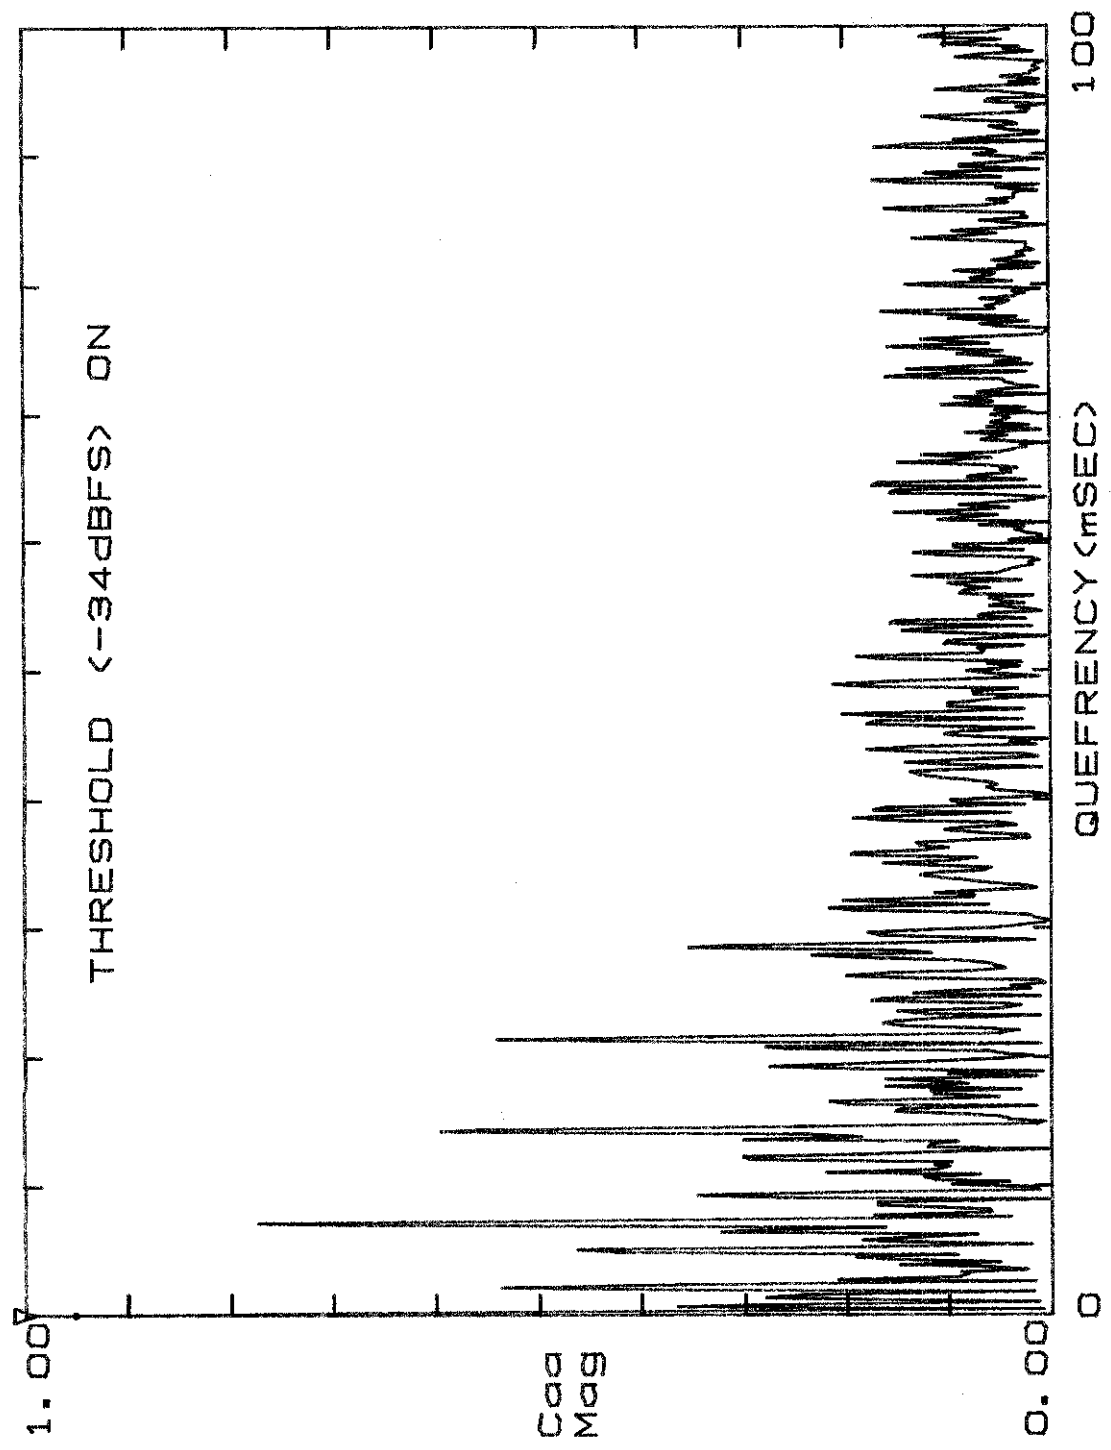
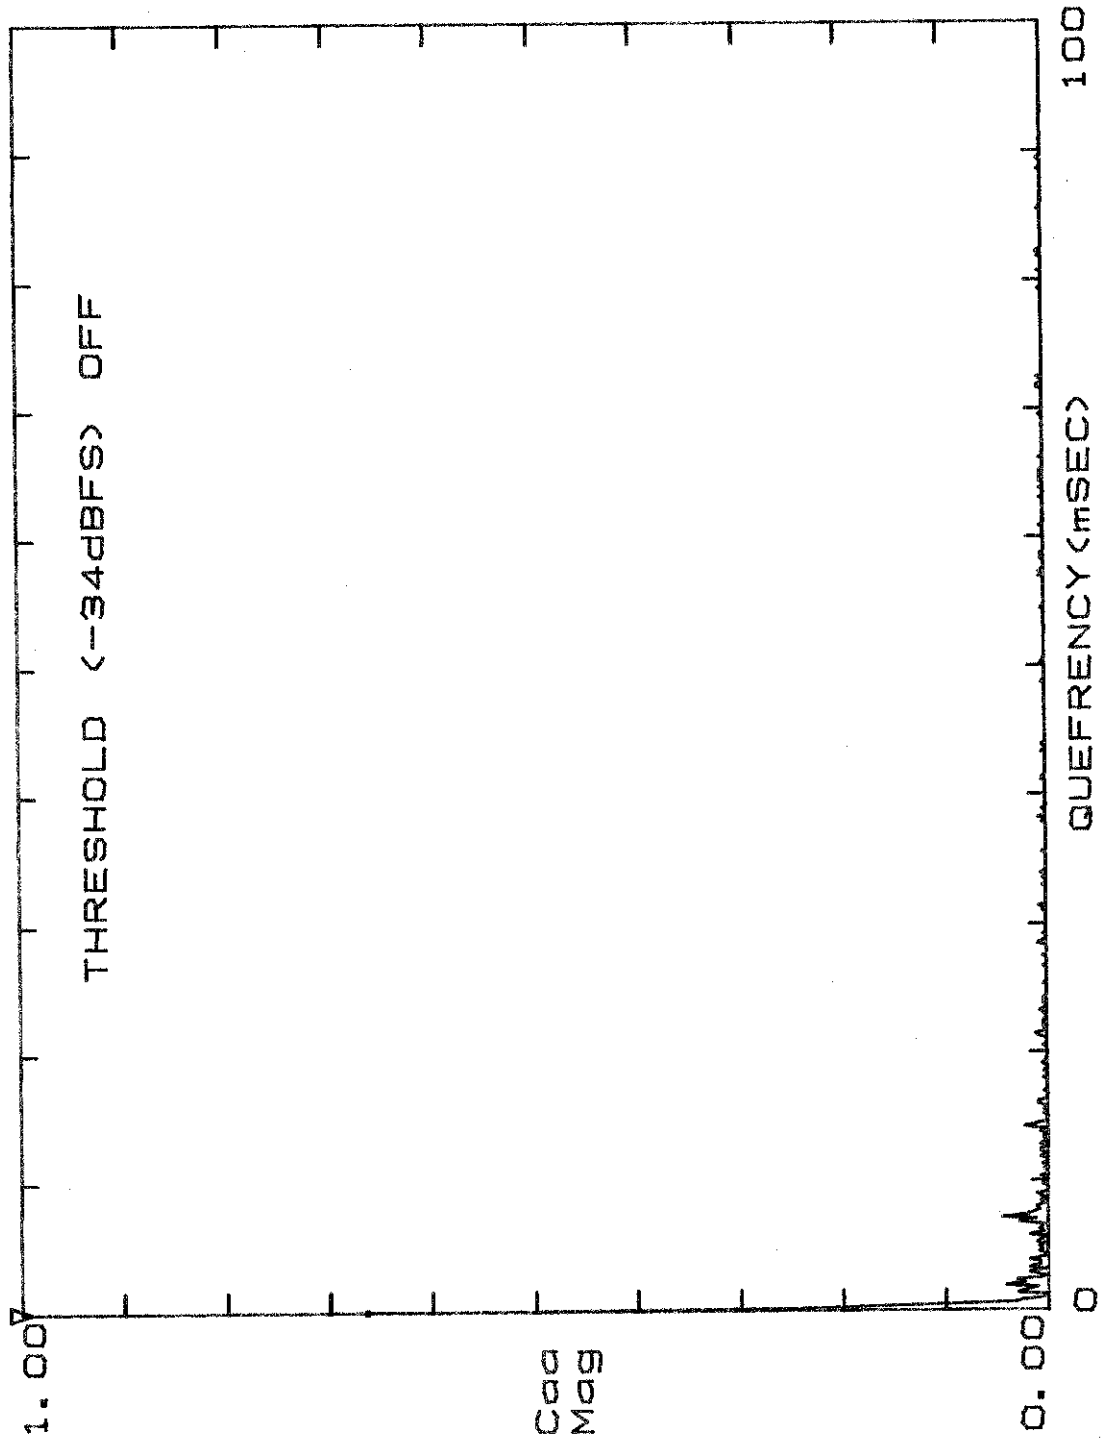
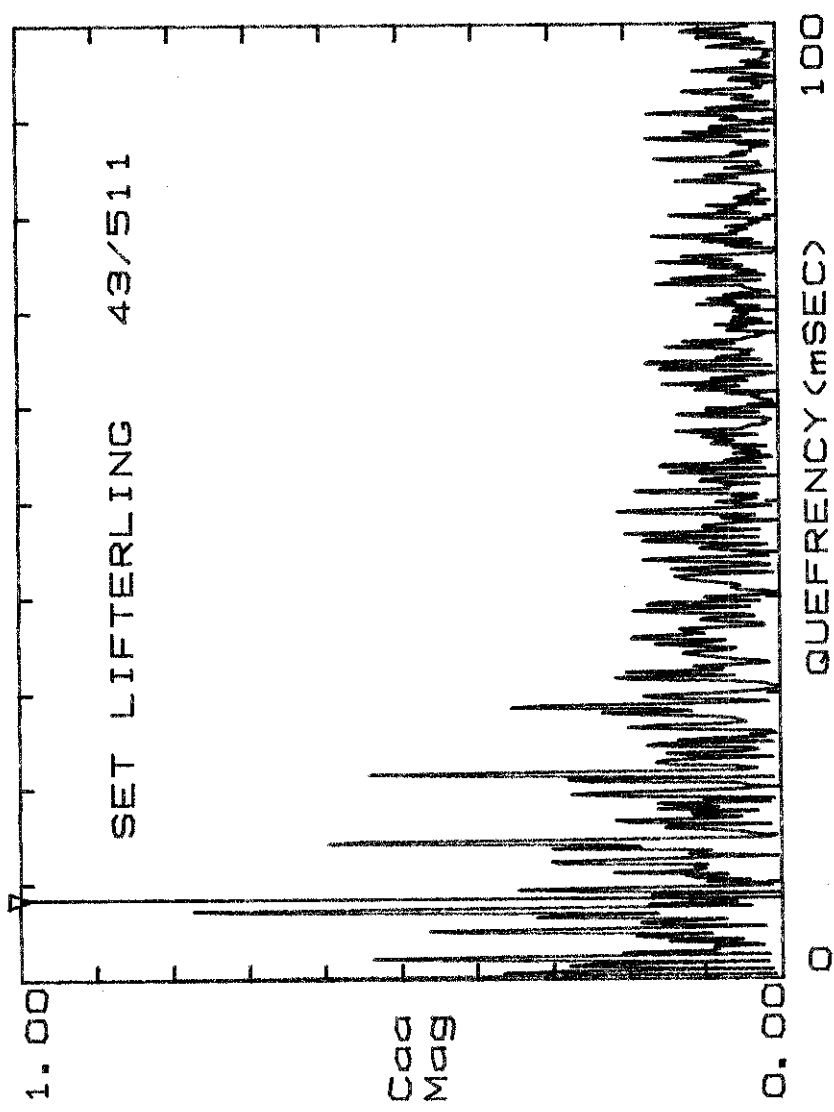
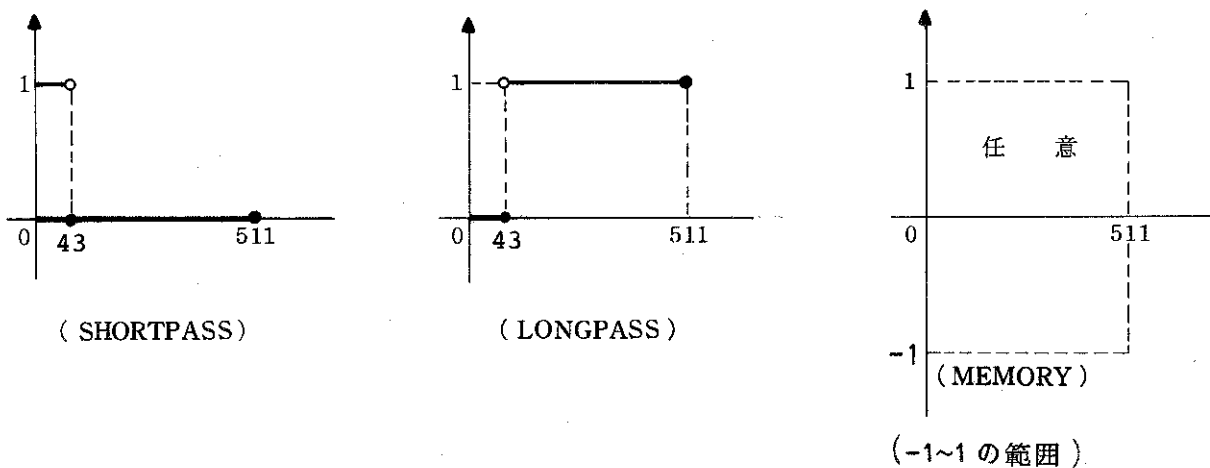

図7-54 THRESHOLD -34dBFS ONに設定したときの
図 7-55 THRESHOLD OFF に設定したときの [ 図 7-52 ] のデータの
図7-56 LIFTER:=(SHORTPASS), LIFTERING値:=(43/511)の設定方法
図7-57 LIFTERの種類(ケプストラム・データは0~511の512ポイント)
- ② **GENERAL CURSOR** セクションの  スイッチを ON (スイッチ内のランプが点灯) にして、  スイッチを使って設定したい位置に縦カーソルを移動させます。(〔図 7-54〕では周波数 1295.00 Hz のリードアウト値 -62.9 dBV に設定することになります。)
- ③ 移動子マークを "OFF" の位置に移動させます。
- ④ **GENERAL CURSOR** セクションの  スイッチを押して THRESHOLD 値を設定します。このとき画面中央に
このように THRESHOLD を設定してケプストラムを求めた結果を〔図7-54〕〔図7-55〕に示します。
LIFTERINGには〔図7-56〕のメニューに示されていますように
の3種があります。〔図7-56〕のように43/511にLIFTERING値を設定しますと、〔図7-57〕のようなフィルタが〔図7-54〕の
という処理のときに用いられます。すなわち、ケフレンシ領域で〔図7-57〕のようなリフタがケプストラム (Ca) のデータにかけられてその結果がFFTされ、リフタード・スペクトラム  $G_{aa}^c$  が求められます。
〔図7-57〕のようにケプストラム (Ca) またはパワー・スペクトラム (Gaa) を表示させ、GENERAL CURSOR セクションの  C (←→) スイッチを ON (スイッチ内のランプ点灯) 状態にして   スイッチを用いて設定したい位置にカーソルを移動させ、その後  SET X スイッチを押して LIFTERING 値を設定します。